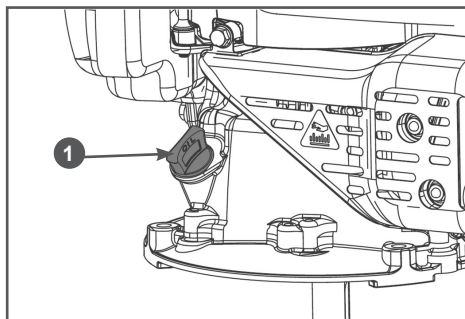

Рис. 6 Крышка-щуп маслосазливной горловины
2. Открутите крышку-щуп маслосазливной горловины и извлеките щуп (Рис. 6).
2. Выкрутите крышку-щуп 1 маслосливной горловины и извлеките щуп (Рис. 6).